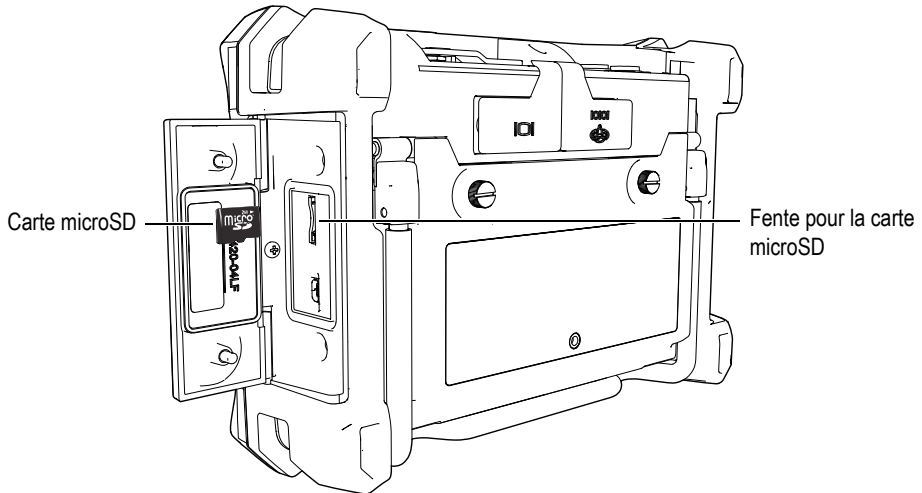

Figure 7-23 Emplacement de la carte microSD
1. Assurez-vous que la carte microSD est insérée dans le BondMaster 600 (voir la Figure 7-23 à la page 221).